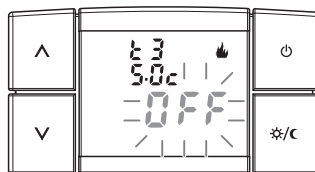

fig. 31
- En entrant dans la première page-vidéo, l'écran affiche (exemple sur la fig. 31) :
- l'état de la fonction clignotant (**ON** ou bien **OFF**) (exemple sur la fig. 31 - paramètres d'usine **HIVER - OFF**).